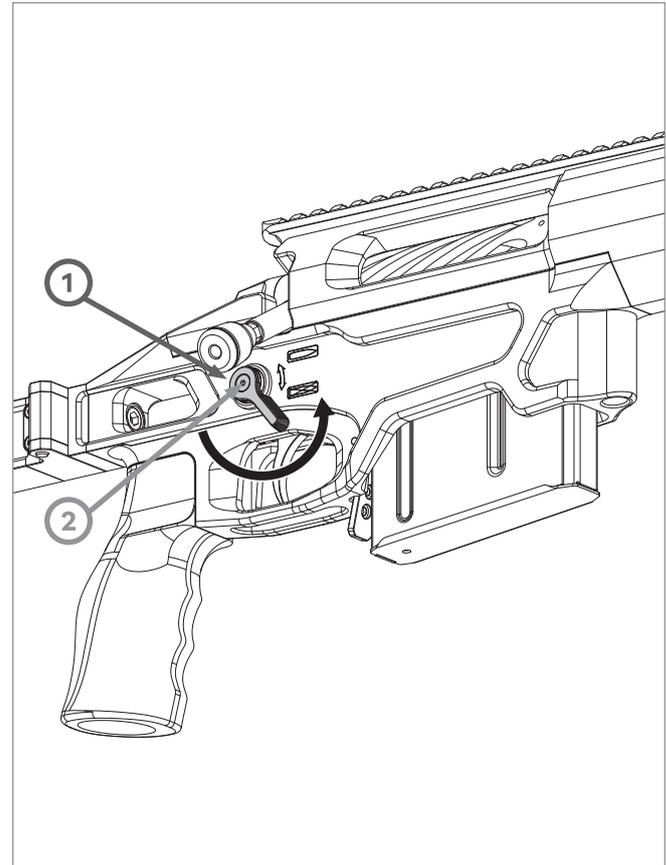

РИС. 27
- ▲ Поверните рычаг предохранителя (поз. 1, РИС. 27) по стрелке в направлении изображения  до упора (поворот на 45 градусов).
Чтобы подобрать оптимальное положение, отверните винт (поз. 2, РИС. 27) шестигранным ключом, переместите рычаг на удобный для вас угол и зафиксируйте.